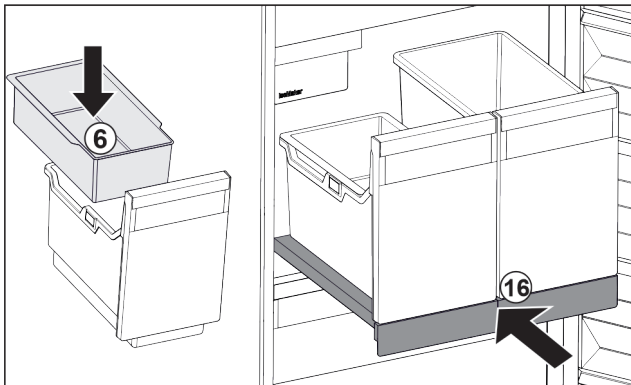

Fig. 111
- ▶ Aseta ripustettava jääpalakulho Fig. 111 (6) paikalleen.
- ▶ Työnnä vetotaso säiliöineen (IceTower) sisään paikalleen. Fig. 111 (16)